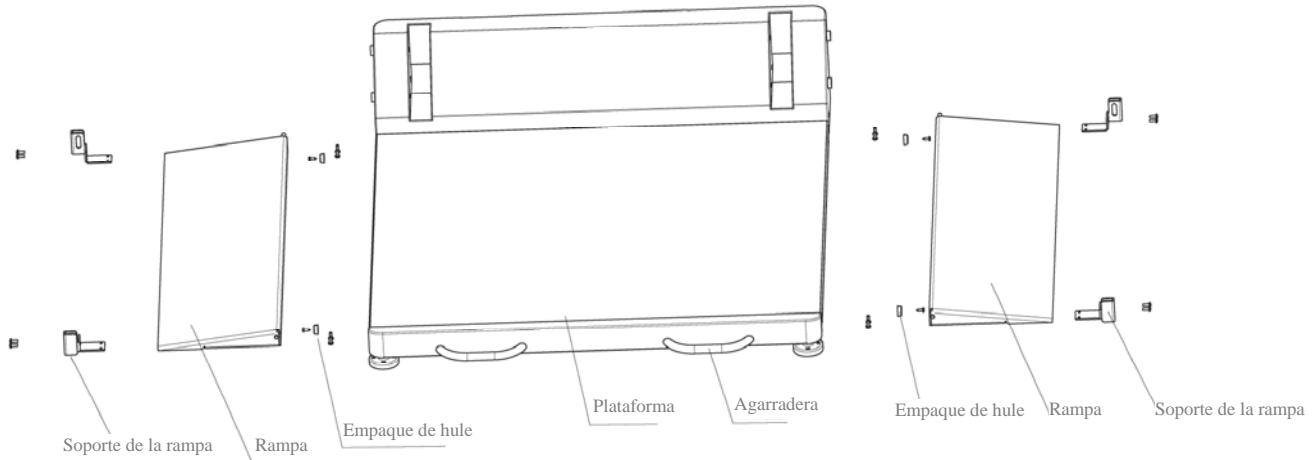

Figura 10
4. Retire los tornillos que sujetan los 2 empaques de hule que se localizan a lado de la plataforma (ver la figura 10).
5. Retire los empaques y vuelva a colocarlos en el lado opuesto de la plataforma. Utilice los agujeros de montaje adecuados (ver la figura 10).
1. Desde la posición vertical, con cuidado baje la bascula hasta que descance sobre las patas. Utilice las agarraderas de la bascula ubicadas en la parte frontal de la plataforma (ver la figura 10).